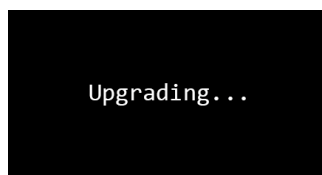

图 27 离线编程器升级界面 2
- 3) 同时短按 KEY1 和 KEY2 按键，离线编程器开始升级主板固件，此时，LED1 灯为绿色常亮，LED2 灯绿色快闪，带屏版离线编程器屏幕显示如图 27 所示：